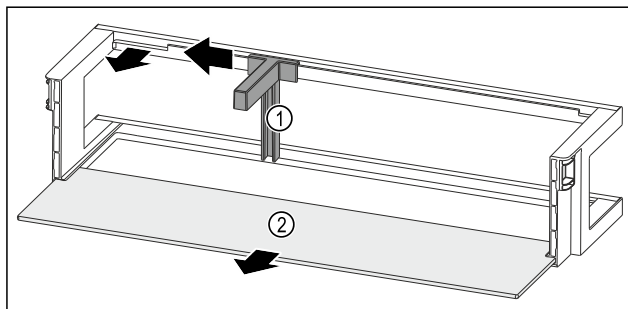

Fig. 49 Deurrek met flessenhouders en draagplateau
- Flessenhouders Fig. 49 (1) tot aan de uitsparing opzij schuiven.
- Flessenhouders Fig. 49 (1) verwijderen.
- Draagplateau Fig. 49 (2) verwijderen.